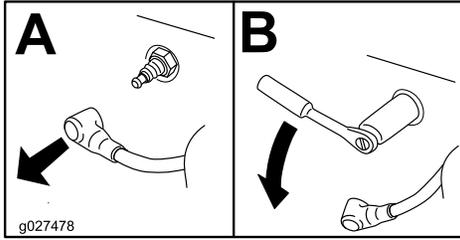

Figura 48
3. Retire la bujía (Figura 48).